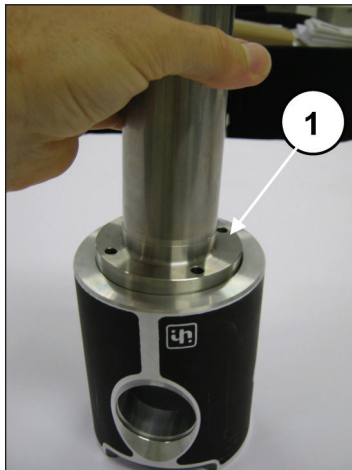
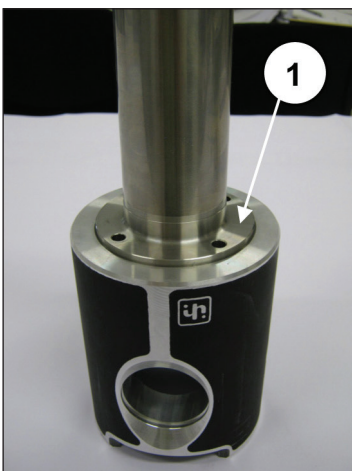

Fig. 39
Fig. 40
Introduire la tige du guide de piston dans le logement prévu à cet effet sur le guide de piston (rep. ①, Fig. 39) et la fixer à celui-ci à l'aide de 4 vis à tête cylindrique M6x20 (rep. ①, Fig. 40).